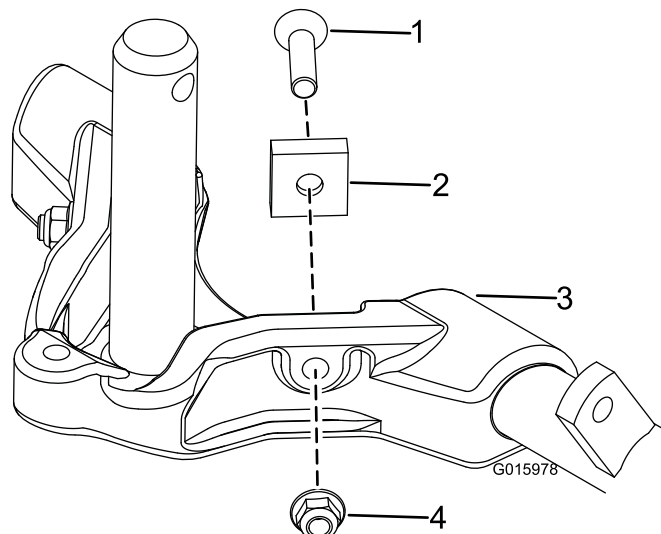

図 15
6. 27 インチのカuttingユニットでは、後ろのカuttingユニット(2番と3番)のキャリアフレームから、ピボットスペーサ、六角ソケットねじ、およびフランジ・ロックナット(各2)(図 15)を取り外すことに